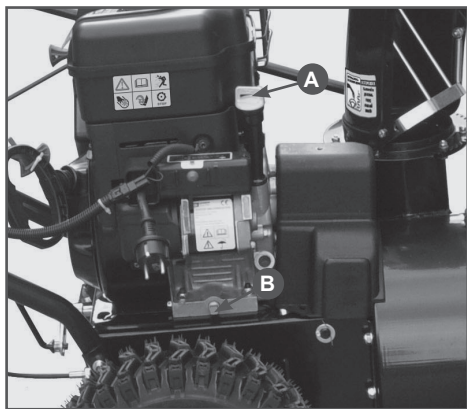

Рис.11 Замена масла
2. Откройте крышку маслозаливной горловины (рис. 11-А).
3. Подставьте под сливное отверстие подходящую емкость и открутите болт отверстия для слива масла (Рис. 11-В).